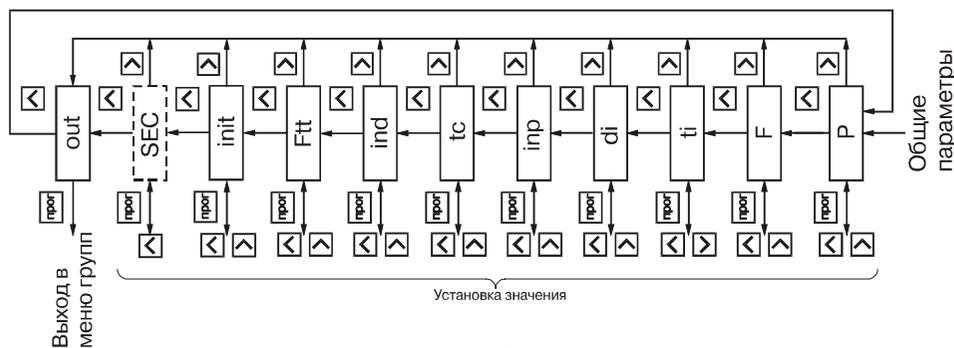

Рис. 25
6.1.8. Группа "**Group_C**" (рис.25) содержит параметры, **inP** и **tc**, определяющие режим работы входного коммутатора коэффициенты предделителя **P** и множителя **F**, время измерения **ti** и начальное смещение **di** для расходомера, а также режимы работы счетчика времени **Ftt**, индикации **ind** и сброса счетчика импульсов при подаче питания на прибор **init**.